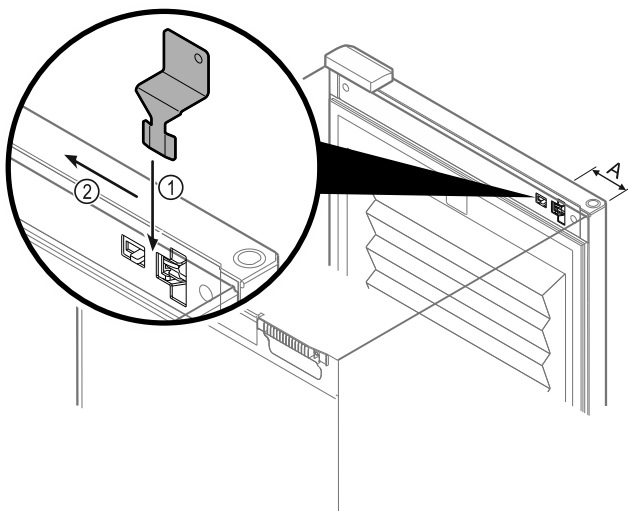

Fig. 106
- ▶ Notentriegelungsschlüssel an vorgegebener Stelle positionieren Fig. 106 (A) \approx 100mm.
- ▶ Notentriegelungsschlüssel zwischen Tür und Gerätekorpus von oben bis zum Anschlag einstecken Fig. 106 (1).
- ▶ Notentriegelungsschlüssel in Richtung Scharnierseite ziehen Fig. 106 (2).